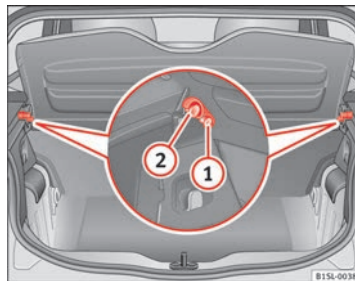

Fig. 68 Dans le coffre à bagages : Dépose et re-pose de la plage arrière.
Soulevez la plage arrière et appuyez dessus au niveau des verrouillages latéraux → **fig. 68 ①**. Vérifiez qu'elle est correctement encastrée. Pour abaisser la plage arrière, appuyez dessus jusqu'à ce qu'elle sorte des verrouillages.